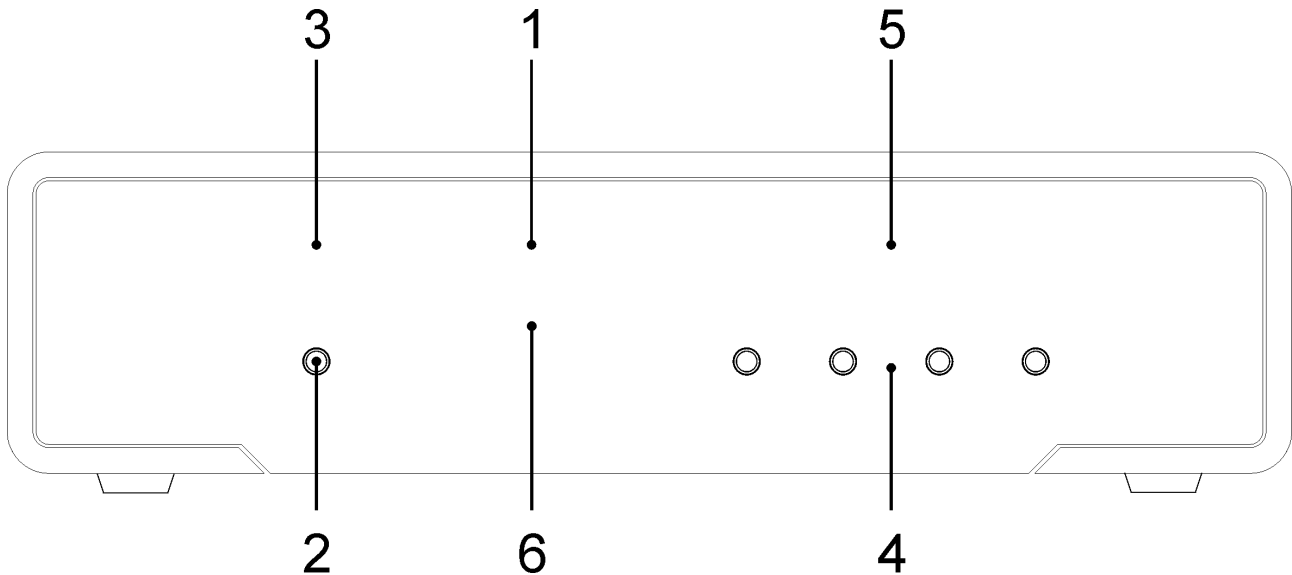
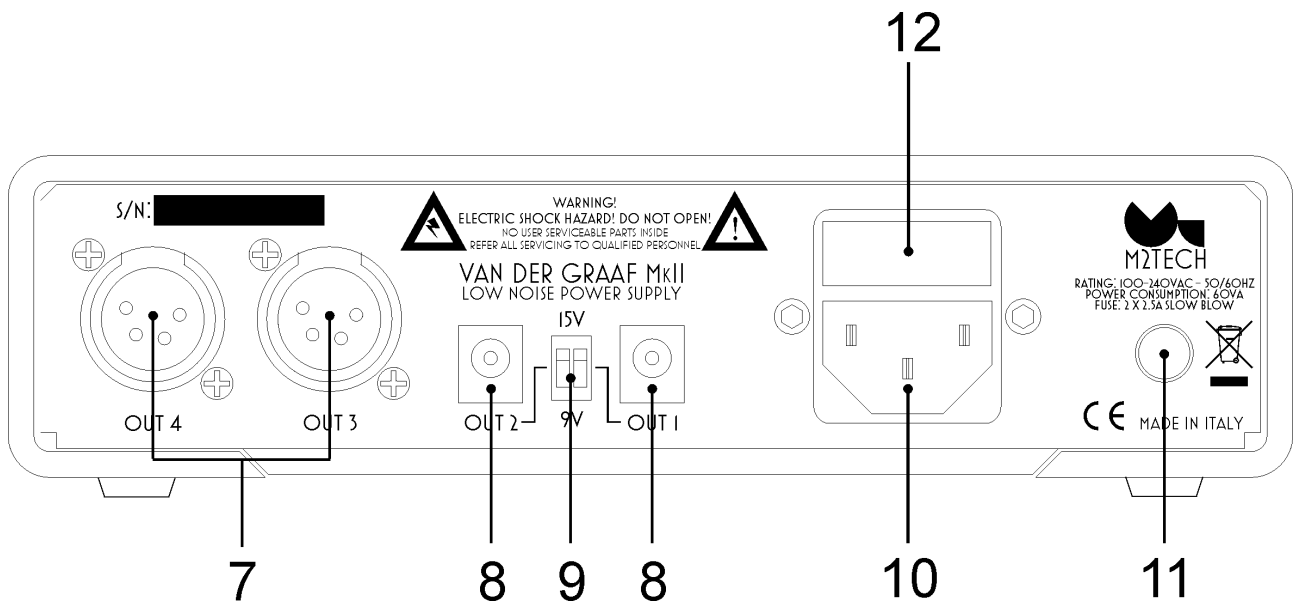

Figure 1
Figure 2
2) Sélecteur de mise sous tension. Appuyez sur cette touche pour activer le VAN DER GRAAF MkII MKII lorsqu'il est en veille (LED 1 on et LED 3 OFF). Après l'activation de ce bouton, toutes les sorties précédemment activées (pos. 4, Fig. 1) s'activeront, dans la même séquence que lorsque l'utilisateur les a configurées manuellement avant, avec 1 seconde d'intervalle. Les LED correspondantes s'allumeront pour indiquer l'activation. Pendant le processus, la LED 3 clignote. À la fin du processus d'activation, LED 3 brille de façon constante. Lorsque le VAN DER GRAAF MkII est actif, l'utilisateur peut la mettre en veille, en désactivant les sorties dans l'ordre inverse de l'activation précédente, en appuyant sur ce même bouton. Dans le processus, la LED 3 clignote. À la fin du processus de désactivation, la LED 3 s'éteint.
11) Sélecteur de mise en route. Appuyez sur ce sélecteur pour mettre sous tension le VAN DER GRAAF MkII. Une fois allumée, une LED (item 1, Fig. 1, Pag. 9) s'allume et le VAN DER GRAAF MkII se met en position standby.
Connectez une ou deux unités avec une entrée de + 15V ou + 9V à la sortie de la VAN DER GRAAF MkII 1 et 2 (Fig. 2, 8), en utilisant le bon câble d'alimentation, mais sans avoir sélectionné la tension de sortie adéquate pour chaque unité alimentée. Par exemple, lors de l'alimentation d'un Young MkIII avec sortie 1, le sélecteur de tension (Fig. 2, 9) doit être réglé sur la position supérieure. D'autre part, lorsque l'autre sortie est utilisée pour alimenter un ancien hiFace Evo, le sélecteur de tension qui s'accorde doit être réglé sur la position inférieure (9V).
Connectez une ou deux unités sur les prises 4 broches 3 et 4 (+5V/+15V/-15V) au VAN DER GRAAF MkII (Fig. 2, 7). Une de ces unités peut être le NASH.
Raccordez le VAN DER GRAAF MkII au câble secteur (Fig. 2, 10), lui même relié à la prise murale.
Appuyez sur le sélecteur de la prise arrière pour allumer le VAN DER GRAAF MkII (Fig. 2, 11). La LED du panneau avant s'allume (Fig. 1, 1). Le VAN DER GRAAF MkII se met en position standby et est prêt à fonctionner.
Appuyez sur la touche de mise en route (Fig. 1, 2). A ce stade, cela n'a aucun effet sur les sorties, une seconde pression permet d'alimenter les unités raccordées, et ce dans le même ordre que lorsque l'appareil a été éteint.
Lorsque le VAN DER GRAAF MkII est en mode veille (uniquement sous tension, (1, Fig. 1, page 9), vous pouvez l'activer en poussant le bouton global (Fig. 1, 1) ou, si vous le souhaitez, à partir de la télécommande du produit M2Tech Rockstars. Immédiatement après cela, la LED d'activation globale (Fig. 1, 3) commence à clignoter et les sorties précédemment activées sont de nouveau activées dans l'ordre choisi par l'utilisateur, à la même fréquence. À la fin de ce processus, les sorties actives sont indiquées par la LED connexe, et la LED global Enable s'allume de façon constante.
Remarque: la séquence d'activation des sorties est mémorisée par le Van der Graaf MKII lorsqu'elle entre en veille. Si le Van der Graaf est éteint par l'interrupteur d'alimentation (Fig. 2, 11, page 11), la séquence, même si elle est configurée à partir de la précédente, n'est plus mémorisée et le Van der Graaf MKII utilisera la dernière séquence conservée après l'activation.